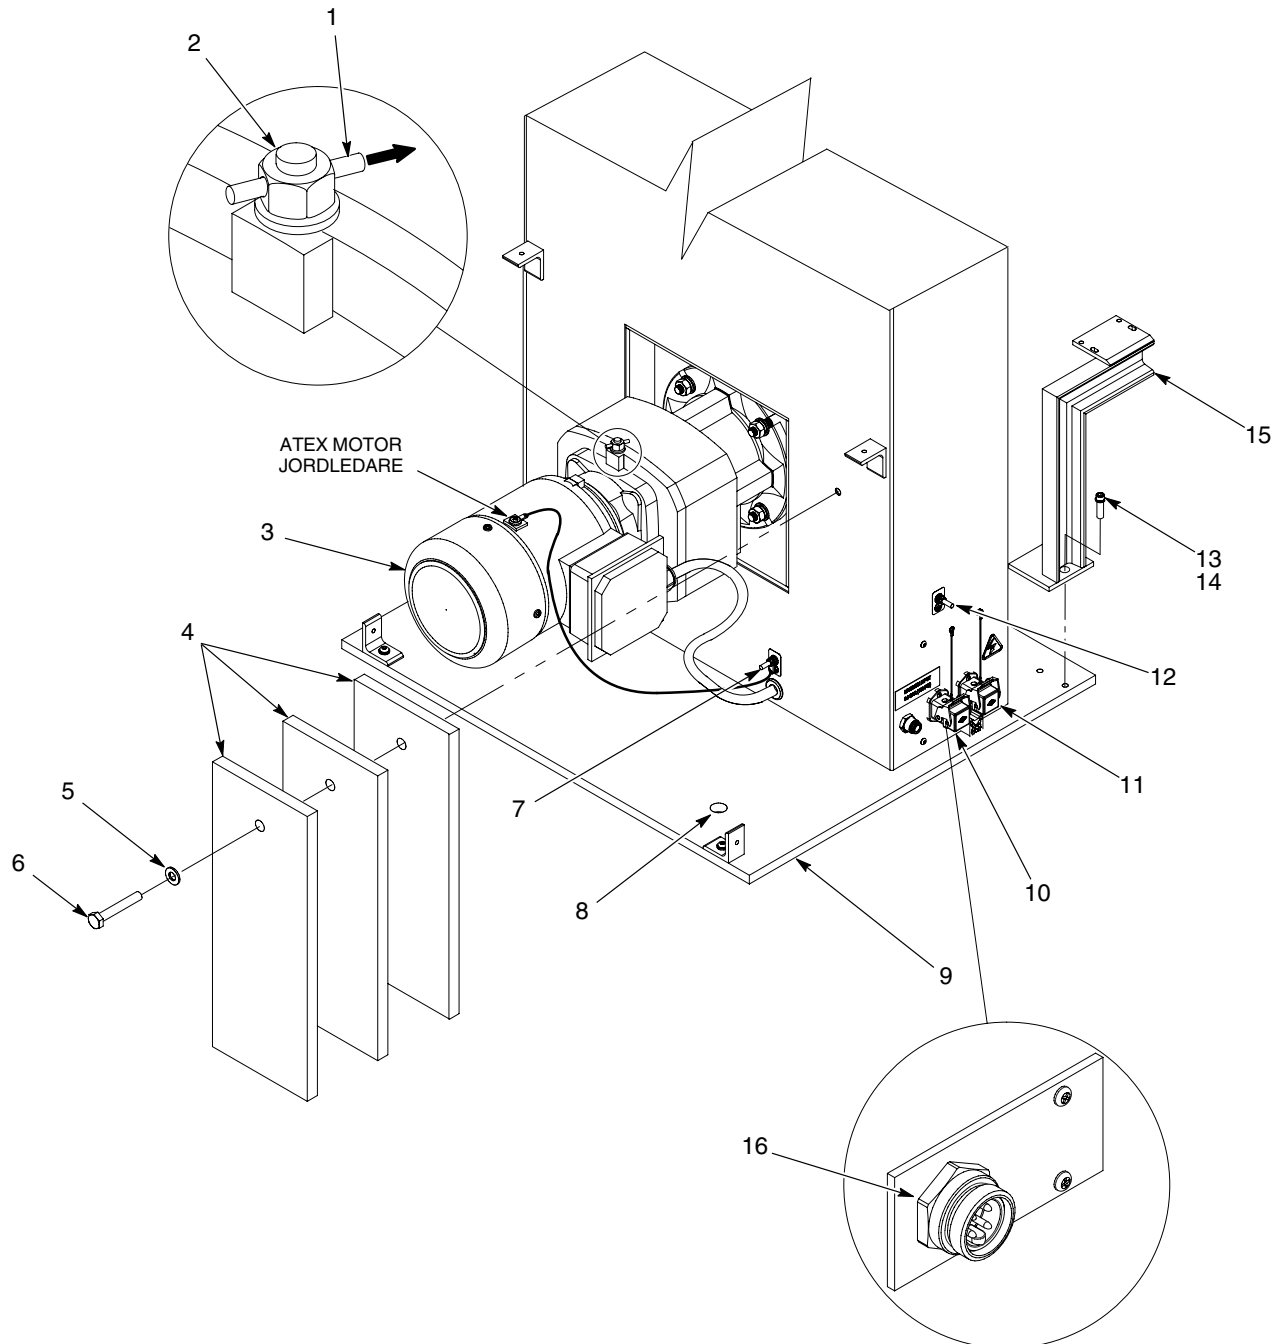

Bild 3 Installation
- b. Se bild 3. Installera motvikterna (4) på oscillatorn med skruven (6) och låsbrickorna (5). Drag åt skruven ordentligt.
2. Om man monterar traversen på ett golv eller ett fast stativ, använd de fyra befintliga fästhålerna (8). Om det behövs, borra nya hål i stativbasen eller i golvet. Använd fästen med passande dimensionering för att fästa traversen.
3. Tag av gummipluggen (1) från tryckventileringen (2).
4. Sätt på kabelhållaren (15) på oscillatorns nederdel (9) med skruvarna (13) och låsbrickorna (14). Drag åt skruvarna ordentligt.
Se bild 3. Anslut oscillatorn till verklig jord via jordskruven (6). Kontrollera jordningen och verifiera att den uppfyller lokala säkerhetsföreskrifter.
**ENDAST ATEX MOTOR:** Om oscillatorn har en ATEX motor, kontrollera att växellådsmotorns jordledare är ansluten till jordskruven (7).
- a. Se bild 3. Anslut kundens tillhandahållna kabel för spänningsmatning från systemets styrenhet till kontakten (10).